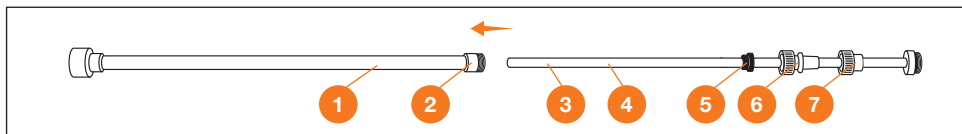

Рис. 20
- Соберите телескопическую штангу (если она не собрана): во внешнюю трубку **1** вставьте внутреннюю трубку **4** стороной с технологическим прижимом **3**, прижмите резиновую прокладку **5** к соединителю **2** и накрутите цанговую гайку **6**, плотно зафиксируйте. Установите требуемую длину штанги и зафиксируйте гайкой **7** (Рис. 20).